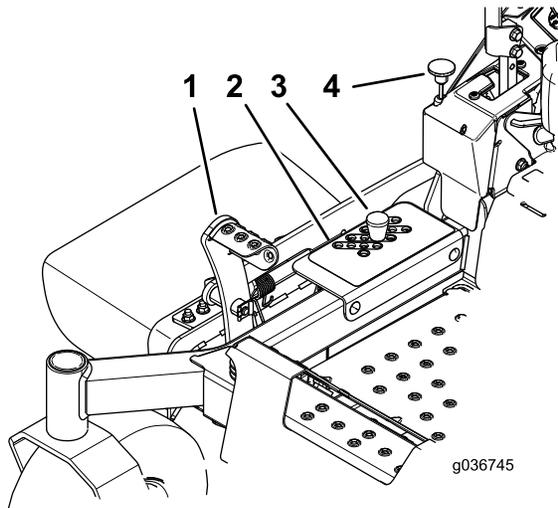

図 29
- デッキ昇降ペダルを踏み込んでデッキを移動走行位置まで上昇させるこれは刈高 127 mm の位置と同じ 図 29 を参照。
- 刈高ブラケットから刈高ピンを抜き取る 図 29。
- 刈高ブラケットについている穴から、希望する刈高に対応する穴を見つけ、その穴にピンを通す 図 29。